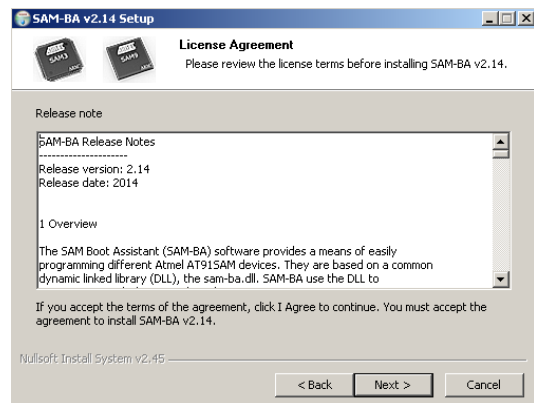

Рисунок 2.8 – Окно с комментариями к версии программного обеспечению
2.2.6.4 Далее необходимо ознакомиться с комментариями к версии программного обеспечению и нажать на кнопку «Next» (рисунок 2.8).